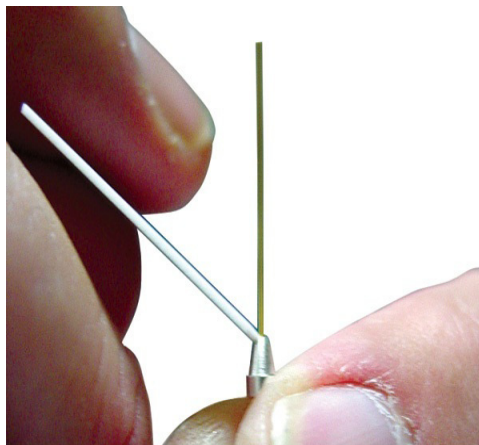

图 5 色谱柱切割器刀刃
- 3 使用色谱柱切割器锋利的刀刃在距离色谱柱末端 2 厘米的位置刻线。请参见图 5。